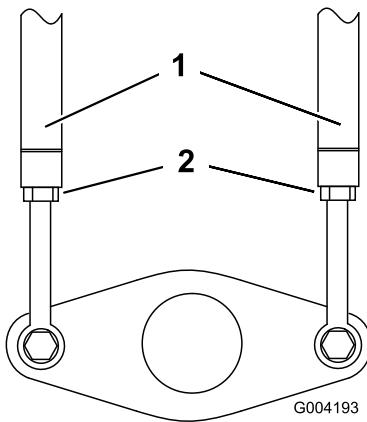

Figura 49
3. Afloje las contratuercas de las varillas de tracción, debajo del panel de control (Figura 49).